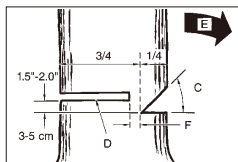

Fig. 11B
⚠ ADVARSEL: Gå aldrig foran et træ, som har fået et indsnit. Lav fældesnittet (D) på den anden side af træet, og lave det ca. 3-5cm over kanten af indsnittet (C) (Fig. 11B).